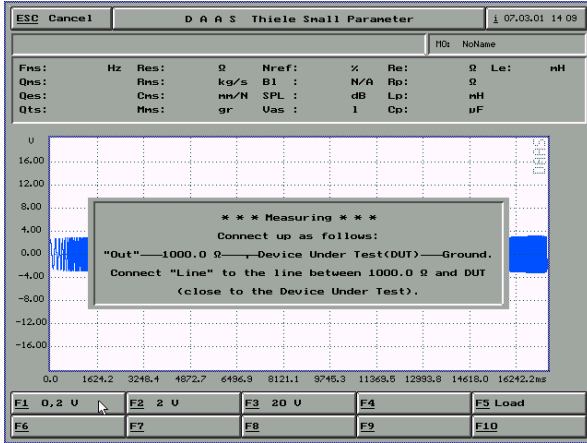

图 7-3
3) 点击F1 ok 出现如图7-3界面-接喇叭-点击F1 0.2V 稍等喇叭声响起出现7-4信号界面